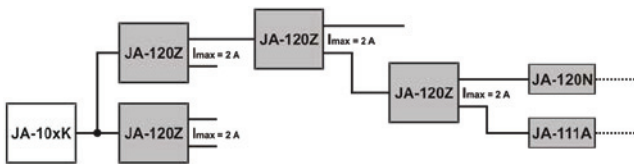

Abb. 1: 1 – Verstärkung der BUS-Ausgangsleistung um bis zu 2 A je JA-120Z-Einheit
- Gewährleistung einer ausreichenden Stromversorgung für angeschlossene Geräte, wenn die Ausgangsleistung der Zentrale nicht hoch genug ist, siehe Abb. 1.
## Gewährleistung einer ausreichenden Stromversorgung (Abb. 1)